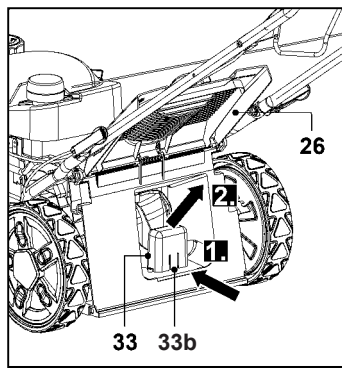

Рис. 17
2. Сожмите защёлку (33b) и извлеките её из паза заднего жёлоба для выброса травы (30a), затем извлеките мульчирующую вставку (33) (рис. 17).